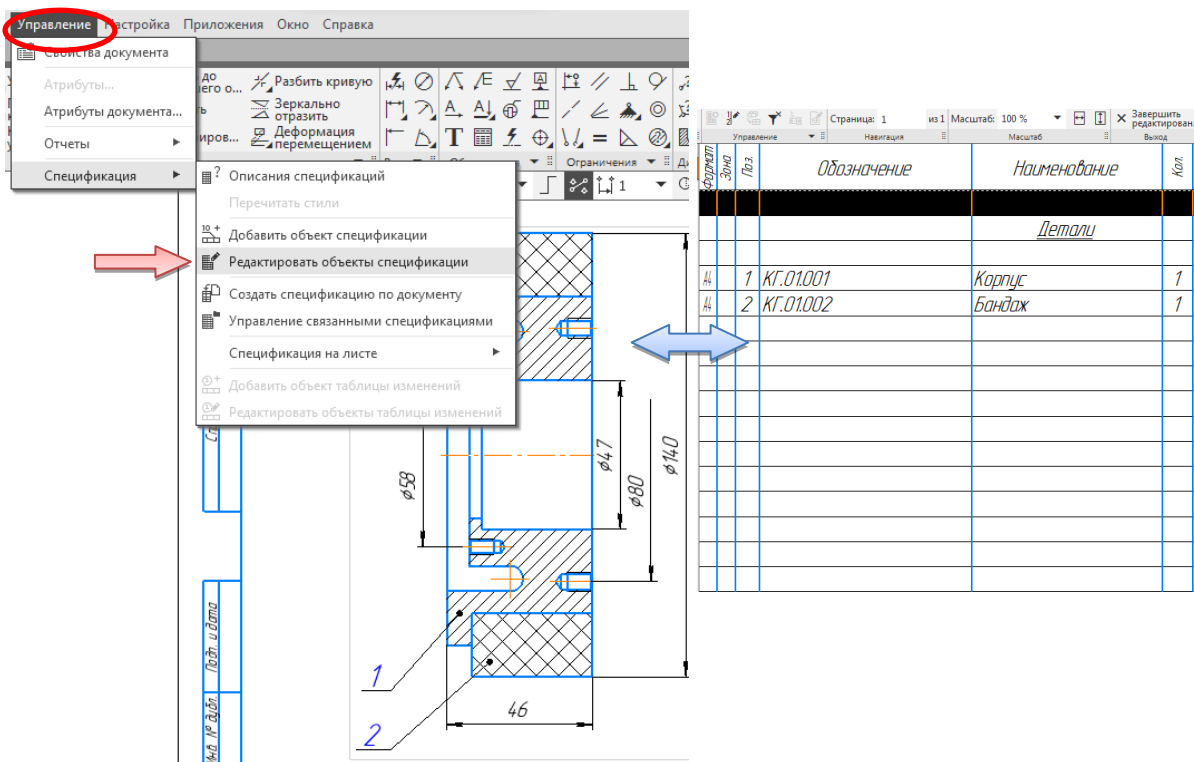

Рис. 2.38. Редактирование объектов спецификации
- Выполните команду «Управление → Спецификация → Редактировать объекты спецификации» (рис. 2.38).